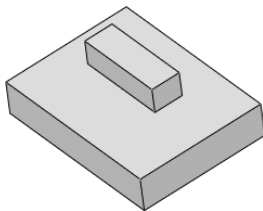

图 6-122 缩放比例的特征
- 04 单击对话框中的  【确定】按钮，完成比例缩放操作，如图 6-122 所示。